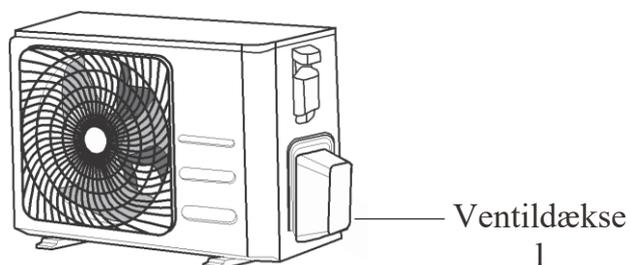

Fig. 5.9
1. Fjern dækslet fra den skjulte ventil på siden af udendørsenheden. Se **fig. 5.9**.